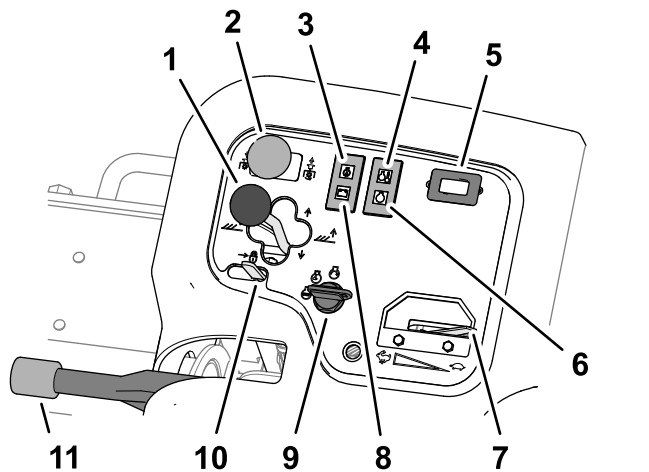

図43
- ・ カuttingユニットを地表面まで降下させるには、シフトレバーを前に倒して降下位置にします図43。
カuttingユニット回転スイッチ図43には回転と停止の2つの位置があります。バルブバンクの電磁弁を操作してリールを回転させるスイッチです。
エンジンオイルの圧力が異常に低下するとこの警告灯図43が点灯します。
エンジンの冷却水の温度が異常に高くなると温度警告灯図43が点灯します。この温度になると、カuttingユニットの動作を停止させます。冷却液の温度がさらに5.5°C上昇すると、エンジンを保護するためにエンジンを停止します。
アワーメータ図43は左側コントロールパネルにあって本機の稼働時間を積算表示します。このメータは始動スイッチを ON 位置にすると始動します。
グロープラグインジケータランプ図43は、グロープラグに通電中に点灯します。
スロットル 図 43 を前に倒すとエンジン回転速度が速くなり、後ろに引くと遅くなります。
オルタネータランプ 図 43 はエンジンが作動を開始すると消灯します。エンジン作動中なのにオルタネータランプが点灯する場合は、充電システムを点検し、修理を行ってください。
始動スイッチ 図 43 はエンジンとライトを作動させます。スイッチには 3 つの位置があります
昇降レバーロック 図 43 を後方に倒すとカッティングユニットがロックされ、落下を防止します。
エンジンを停止させる時には、車体が不意に動き出さないよう、必ず駐車ブレーキ 図 43 を掛けてください。レバーを引き上げると駐車ブレーキが作動し、押し下げると解除されます。